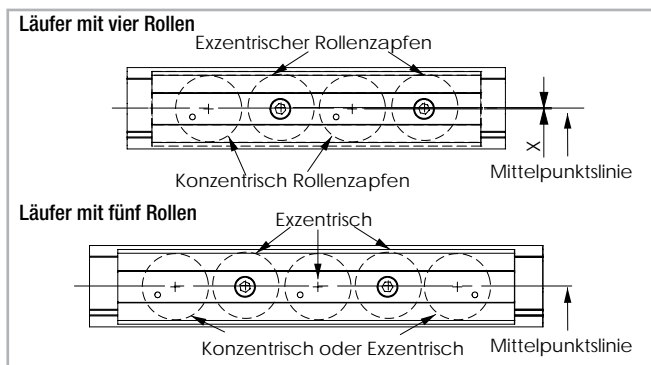

Abb. 63
- Bei der Verwendung von exzentrischen und konzentrischen Rollenzapfen entsteht ein Mittenversatz (siehe hierzu Tab. 30). Um den Mittenversatz zu vermeiden, können bei der Verwendung von mehr als drei Rollenzapfen auch nur exzentrische Rollenzapfen verwendet werden (siehe hierzu Abb. 63, Fünf Roller).